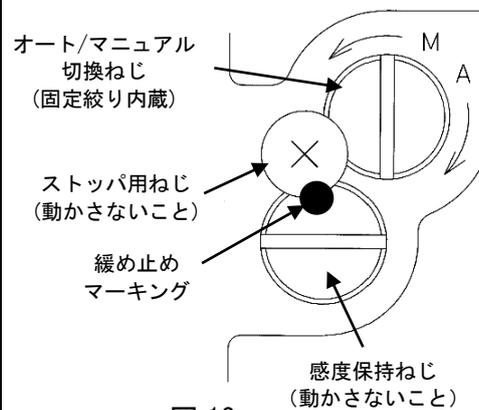

図 18
- *6: オート/マニュアル切換の方法は、図 18 に従いパイロットバルブユニットのオート/マニュアル切換ねじをマニュアル (M) 方向に回転させてください。なお、上部にセットしてありますストッパ用小ねじは抜け止め用ですので、緩めないでください。また、感度保持ねじは出荷時に調整済みですので、誤って回転させないように、ご注意ください。